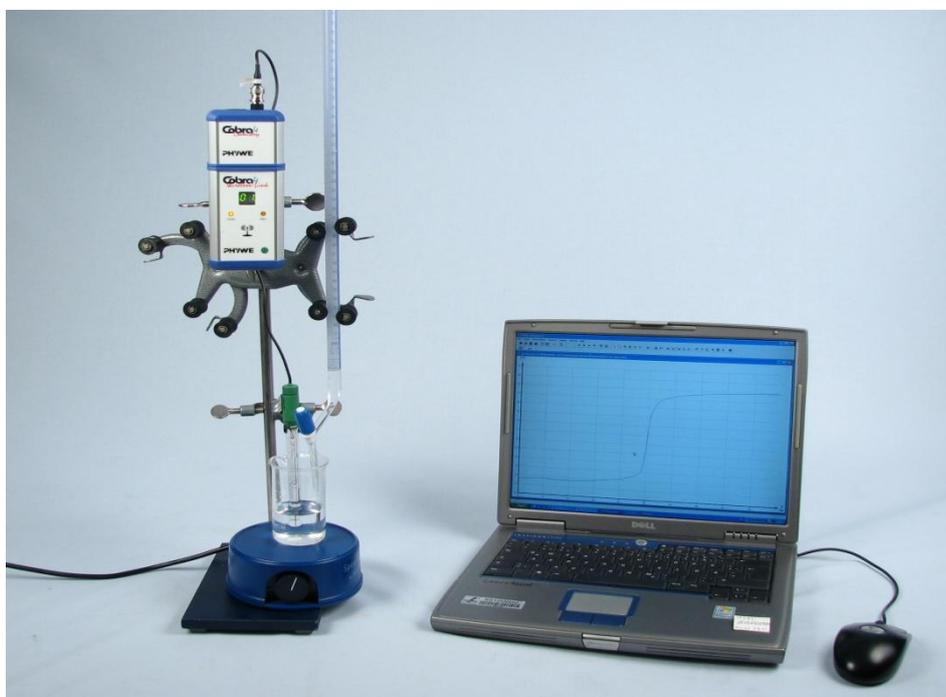

Abb. 1: Aufbau des Versuchs.
- Cobra4 Sensor-Unit Chemistry sowie Cobra4 Sensor-Unit Timer Counter auf Cobra4 Wireless-Links stecken und dann mit den Haltern für Cobra4 an der Stativstange des Bunsenstativs befestigen (vergl. Abb. 1).
- Der Versuchsaufbau erfolgt gemäß Abb. 1.